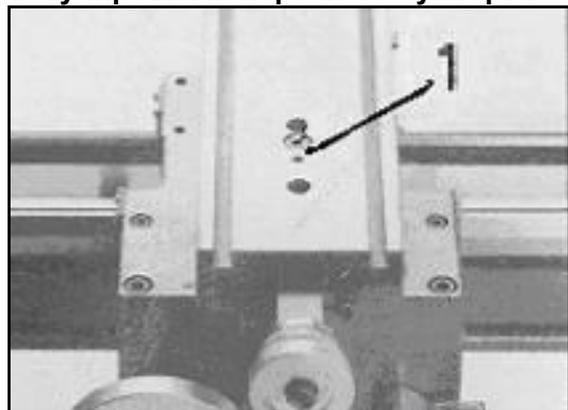

Рис.29
Снимите верхний суппорт и отрегулируйте резьбовой штифт (1, Рис. 29) таким образом, чтобы винт был снова без зазора соединен с гайкой.
Открутите две гайки (1, Рис.29) справа на фартуке суппорта и отрегулируйте установочный винты (2) таким образом, чтобы половинки гайки ходового винта без зазора были расположены в своих направляющих.